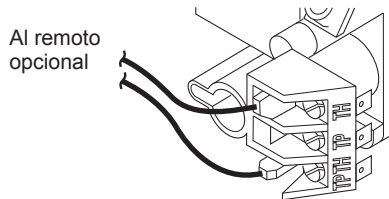

Figura 39 - Terminales de la válvula de control
5. Conecte los cables del receptor a las terminales TH y TPTH a la válvula de control (consulte la figura 39).